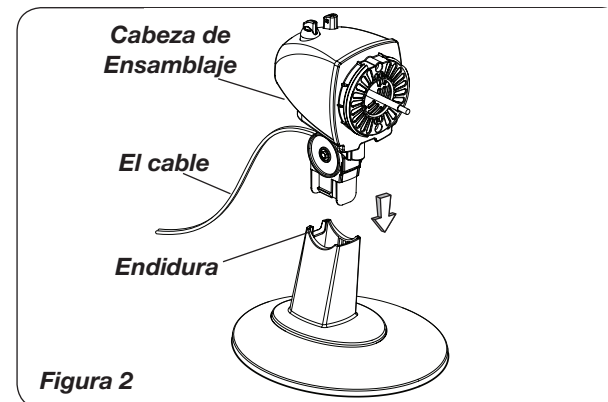

Figura 2
2. Inserte el ensamblaje superior en el soporte. Alinee la muesca del cable con la del soporte. No pase el cable por el soporte. (Figura 2)